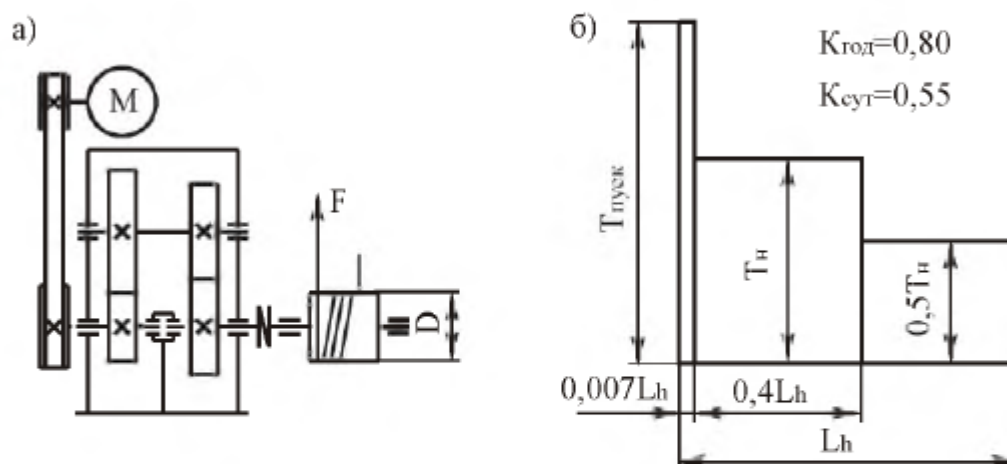

Рис. 6.7. Привод с бесконечным тросом:
**Тема 7.** Спроектировать привод с бесконечным тросом (рис. 6.7, табл. 6.7). Привод вала барабана осуществляется асинхронным электродвигателем общего машиностроительного применения. Включает в себя открытую ременную передачу и цилиндрический двухступенчатый вертикальный соосный редуктор. Выходной вал редуктора соединен с валом барабана упругой муфтой.